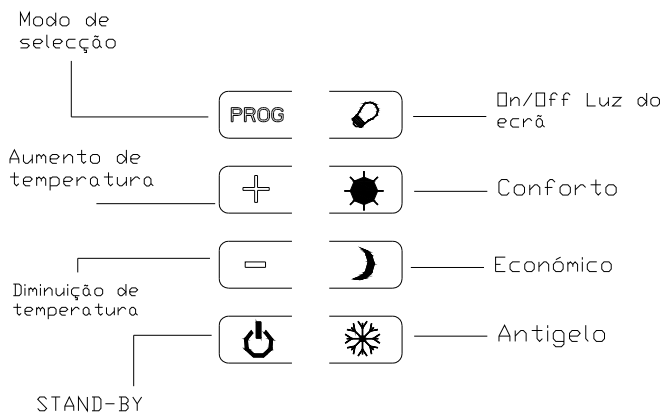

Figura 6
- 3) Prima a tecla "Stand-by" para ligar o aparelho (Figura 6).
- 2) Prima "PROG" (Figura 6) para aceder ao modo Automático. Aparecerão os 4 dígitos do relógio. Em primeiro lugar, piscarão os dois "0" que indicam a hora. Prima a teclas "+" ou "-" para introduzir a hora actual. A seguir, prima "PROG" para introduzir os minutos.
- 5) Programe a primeira faixa horária de segunda-feira (1) das 00 horas à 1 da manhã (o primeiro traço pisca).
Prima a tecla "ON/OFF LUZ ECRÃ" (Figura 6) para ligar ou desligar o ecrã LCD.